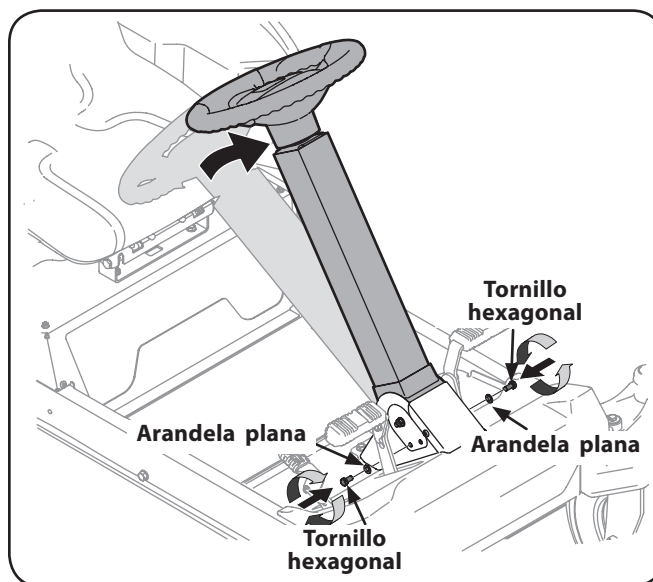

Figura 3-2
1. Coloque la columna de la dirección en una de las dos posiciones y reemplace los tornillos hexagonales y la arandela plana para sujetarla en su lugar. Consulte la Figura 3-2.